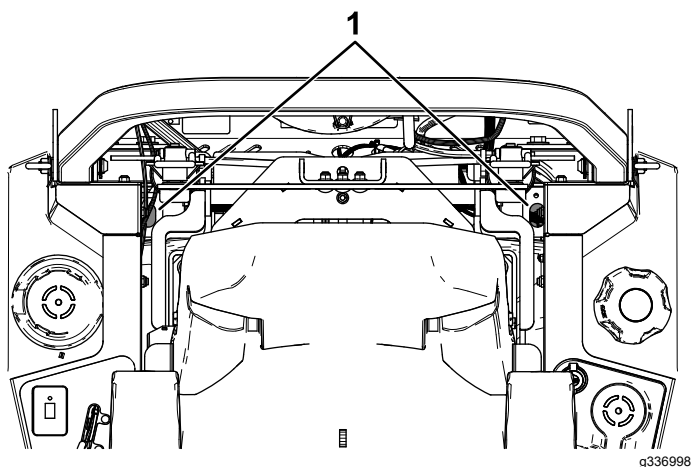

Figura 88
- **Transmisiones hidrostáticas ZT 4400:** utilice una extensión y una llave de vaso de 7/16" para acceder al tapón de ventilación desde la parte superior de la máquina a través de los orificios situados cerca de los soportes de la barra antivuelco (Figura 88).